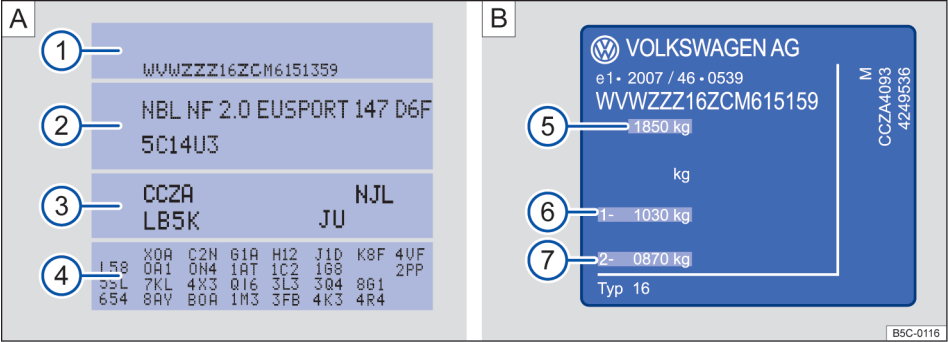

Fig. 250 Etiqueta de dados do veículo [A] e plaqueta de identificação [B].
A etiqueta de dados do veículo → Fig. 250 [A] está colada se na parte interna do envelope do Manual de instruções e na área da cavidade da roda de reserva, no compartimento de bagagem. Ela contém os seguintes dados:
3. Códigos do motor e da transmissão, código da cor, acabamento interno. No exemplo, o código do motor é "CCZA" → Fig. 250.
A plaqueta de identificação → Fig. 250 [B] pode ser vista na coluna da porta após a abertura da porta do condutor. Veículos para determinados países de exportação não possuem plaqueta de identificação